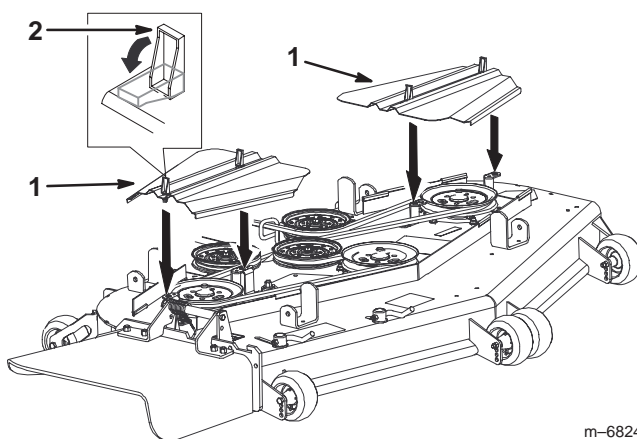

Figure 75
3. Déposez les couvercles de la courroie (Fig. 75).
7. Posez et verrouillez les couvercles de la courroie (Fig. 75).